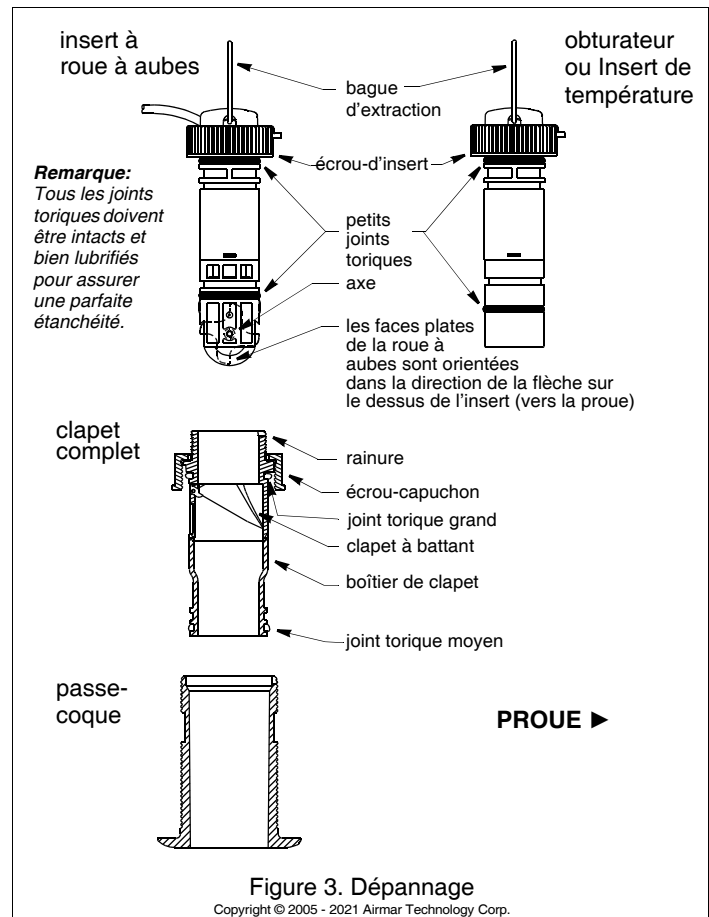

Figure 3. Dépannage
5. *Tous les joints toriques doivent être intacts et bien lubrifiés pour assurer une parfaite étanchéité.* Après la polymérisation du mastic d'étanchéité marine, inspectez les joints toriques de l'insert de capteur (remplacez-les si nécessaire) et lubrifiez-les avec la graisse silicone fournie (Figure 3).
1. Placez l'écrou d'INSERT sur le haut de l'obturateur *long*. Fixez la bague d'extraction à l'obturateur au-dessus de l'écrou d'insert (Figure 3).
5. Insérez l'obturateur *long* dans le passe-coque (Figure 3). Introduisez le clapet avec un mouvement rotatif vertical de sorte que l'ergot s'insère dans l'encoche du passe-coque. Vissez l'écrou de l'INSERT et **serrez uniquement à la main.** Ne serrez pas exagérément.
2. *Tous les joints toriques doivent être intacts et bien lubrifiés pour assurer une parfaite étanchéité.* Inspectez les joints toriques et remplacez-les si nécessaire, lubrifiez-les avec une graisse silicone ou du gel de paraffine (Figure 3).
6. Nettoyez, réparez ou remplacez le clapet de sorte que le volet pivote librement et s'appuie correctement contre le boîtier du clapet (Figure 3).
1. Chassez l'axe de roue à aube sur 6 mm (1/4") environ à l'aide de l'axe neuf. Munissez-vous de pinces pour terminer l'extraction de l'axe (Figure 3).